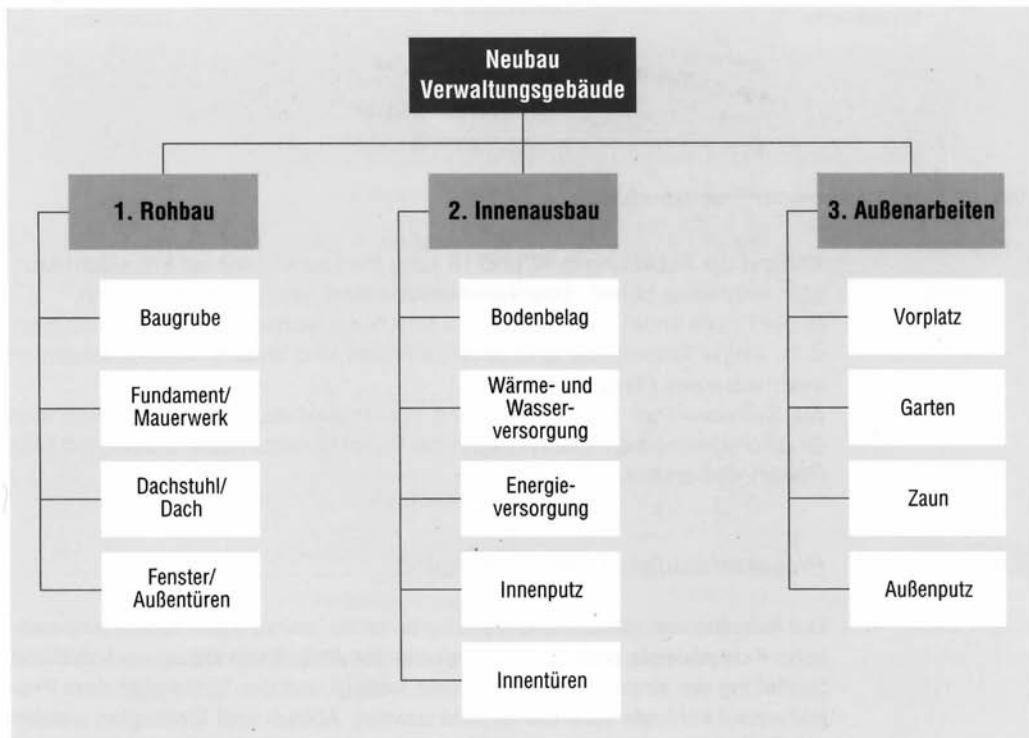

Abb. 17: Objektorientierter Projektstrukturplan
- **objektorientierte Gliederung:** Hier stellen die Arbeitspakete und deren Oberbegriffe konkrete Gegenstände bzw. Arbeitsergebnisse dar. Die objektorientierte Gliederung findet man häufig bei Projekten im Anlagenbau (z. B. Bau einer Immobilie wie in Abb. 17 oder einer Maschine).